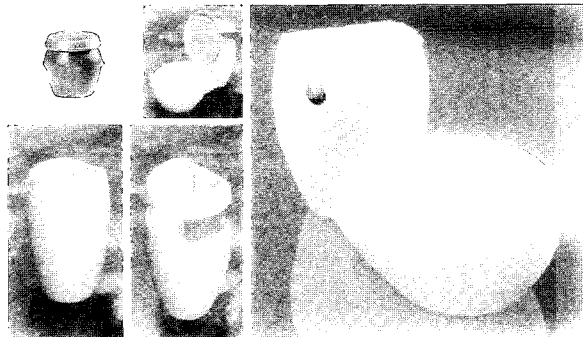

Fig. 9. 한국적인 디자인(국내디자인).
- 1) 세련된 디자인 : 수출국 기호에 맞는 유형을 가미하거나 완전 한국적인 것 (Fig. 9)